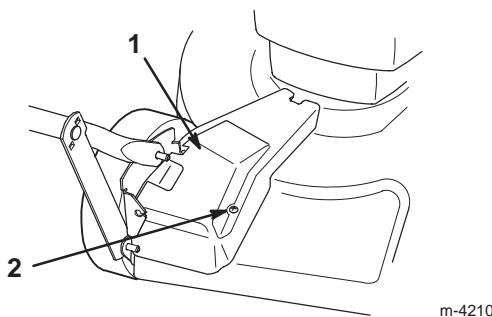

Figure 26
- Moteur éteint, retirer le boulon de fixation du carter de courroie (Fig. 26) et déposer le carter de courroie.